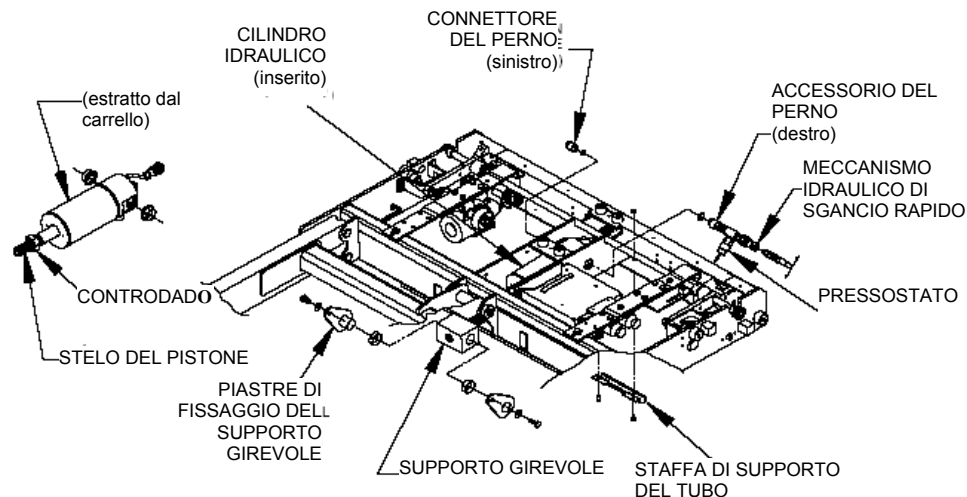

FIGURA 4-24: CILINDRO IDRAULICO CON COMPONENTI
- 6) Consultare la Figura 4-24. Staccare le piastre di fissaggio dal supporto girevole sul telaio di sollevamento e rimuoverle dal supporto girevole. Rimuovere le boccole dal supporto girevole.
- 1) **Consultare la Figura 4-24.** Inserire il controdado e il supporto girevole nello stelo del cilindro idraulico. Inserire le due boccole del perno del cilindro nel telaio del carrello (con le flange nella parte inferiore del telaio).